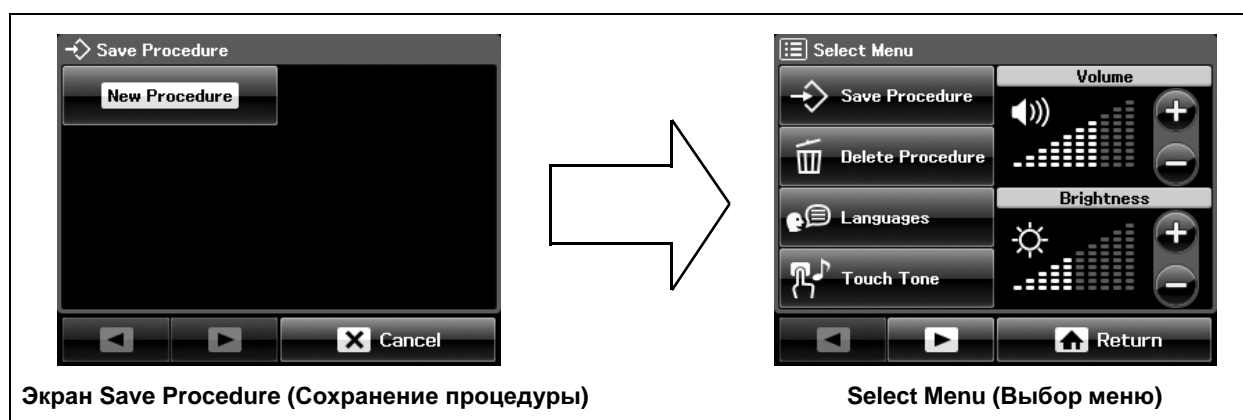

Рис. 6.17
- Вторая кнопка Cancel (Отмена) отображается в правой нижней части экрана Save Procedure (Сохранение процедуры) (см. рис. 6.17).